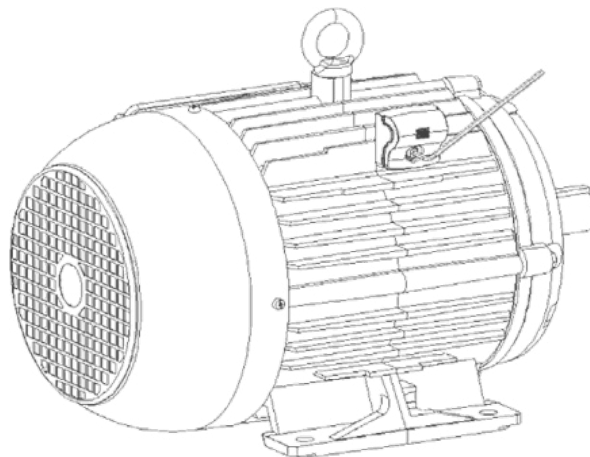

Figura 3.2: Detalle del atornillado del sensor en el casquillo recargable
4. Usando una llave Allen de 3 mm, atornille el sensor en el casquillo estriado y verifique su apriete. El torque máximo de apriete es de 2,8 Nm. Conforme la Figura 3.2 en la página 24.
4. Usando una llave Allen de 3 mm, atornille el sensor en el orificio roscado y verifique su apriete. El torque máximo de apriete es de 2,8 Nm (Figura 3.2 en la página 24).
4. Usando una llave Allen de 3 mm, atornille el sensor en el casquillo estriado y verifique su apriete. El torque máximo de apriete es de 2,8 Nm. (Figura 3.2 en la página 24).